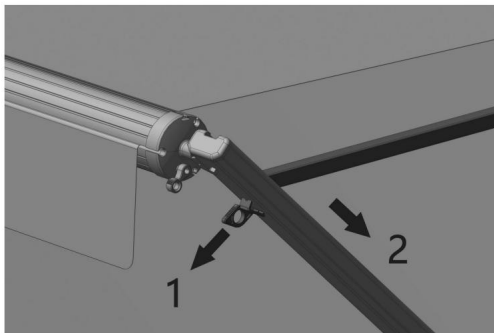

Abbildung D15
4.2.4 Ziehen Sie den Riegel und schieben Sie die innere Stange entlang des Stützarms zurück. (Abbildung D15)